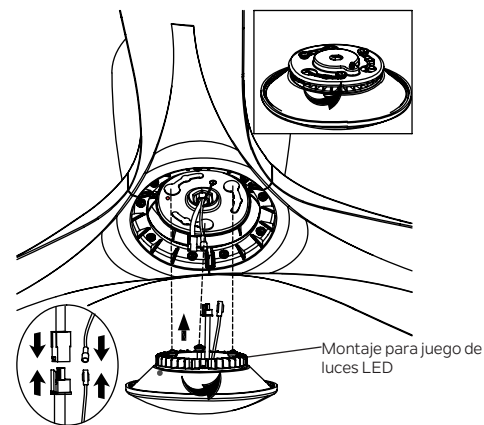

Figura 14
**Paso 1.** Sostenga el montaje para juego de luces LED, cierre el motor y junte los conectores de clavija. (Figura 14)